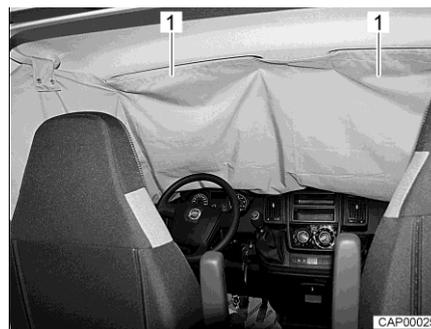

Fig. 22 Oscurante per cabina di guida sul parabrezza
- Fare scorrere le custodie (Fig. 22,1) dell'oscurante per cabina di guida sopra a entrambi i parasole.